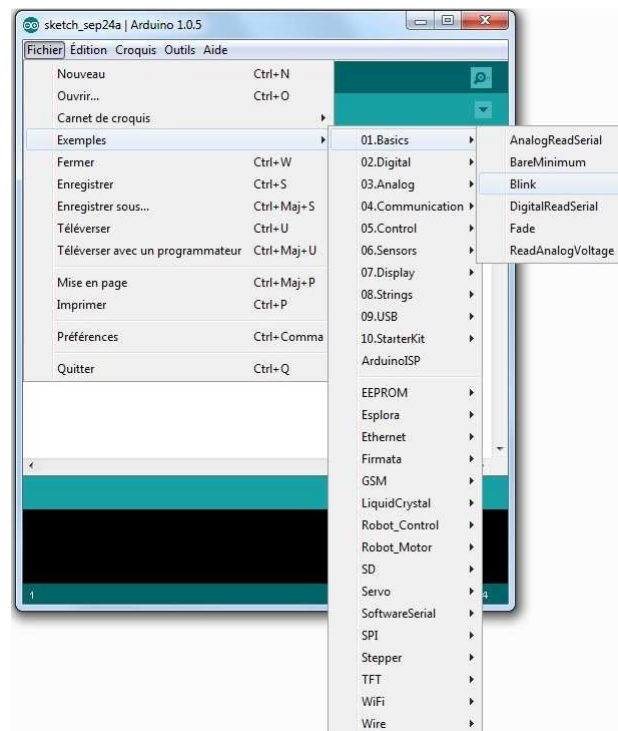

Figure 7 : Bases exemples de croquis Arduino
- Une base de programmes selon différentes rubriques, en passant par l'onglet *Fichier* puis *Exemples* (cf. Figure 7).